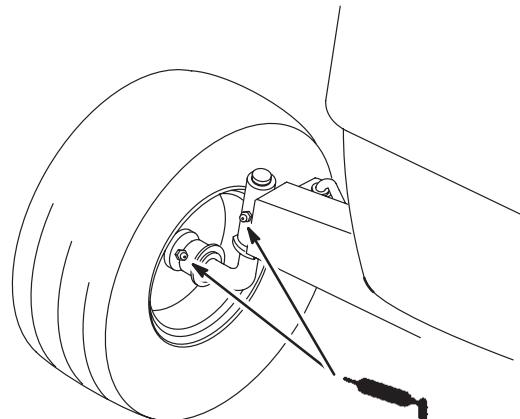

Bild 23
1. Fetten Sie die Vorderräder und Lenkspindeln, bis das Fett beginnt, aus den Lagern auszutreten (Bild 23).